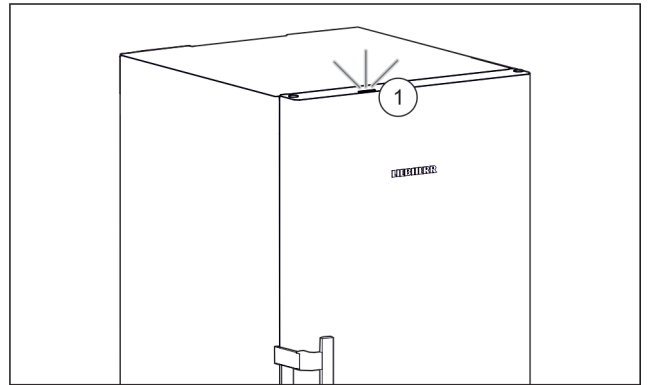

Fig. 4
Ko aparat začnete uporabljati, je lučka stanja Fig. 4 (1) tovarniško deaktivirana.